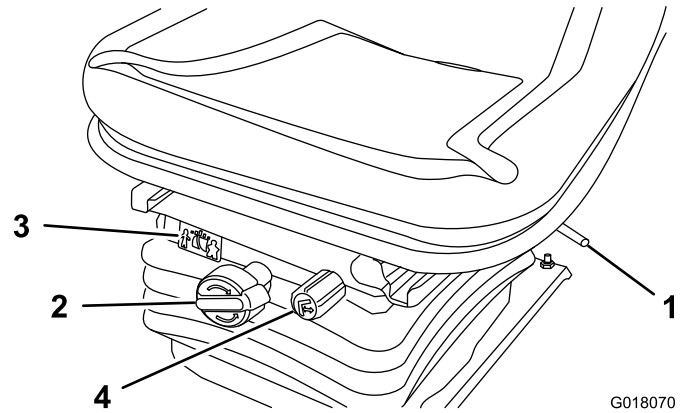

Bild 2
- Einstellhebel: Verstellen des Sitzes nach vorne oder hinten (Bild 2).
- Gewichtseinstellhandrad: Einstellen des Bediengewichts (Bild 2).
- Gewichtsanzeige: Gibt an, wenn der Sitz auf das Gewicht des Bedieners eingestellt ist (Bild 2).
- Höheneinstellhandrad: Einstellen auf die Größe des Bedieners (Bild 2).